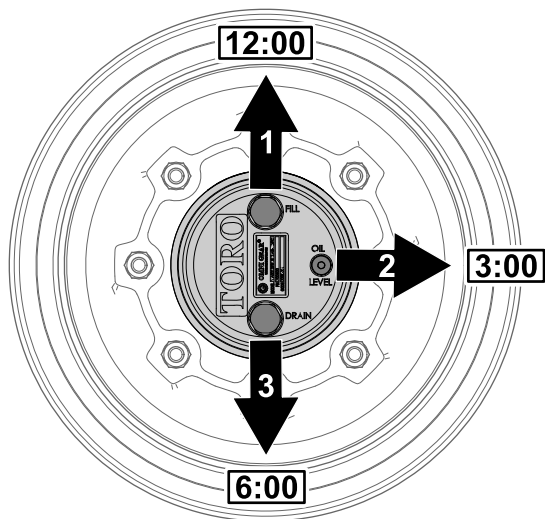

Figura 104
1. Aparque la máquina en una superficie nivelada y coloque la rueda de modo que el tapón de llenado se encuentre en la posición de las 12, el tapón de verificación en la posición de las 3 y el tapón de vaciado en la posición de las 6 (Figura 104).
2. Retire el tapón de verificación en la posición de las 3 (Figura 104).
1. Aparque la máquina en una superficie nivelada, coloque la rueda de modo que el tapón de llenado se encuentre en la posición de las 12, el tapón de verificación en la posición de las 3 y el tapón de vaciado en la posición de las 6; consulte Figura 104 en Comprobación del lubricante de la transmisión planetaria \(página 74\).